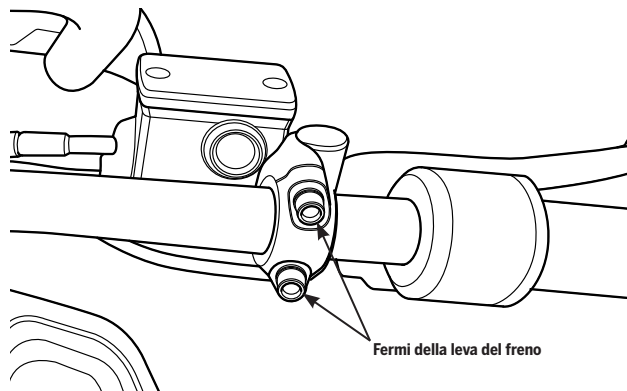

Figura 52: Fermi della leva del freno
3. Utilizzando una chiave a brugola da 5 mm, allentare i due fermi sulla leva di bloccaggio del freno (**Figura 52**).